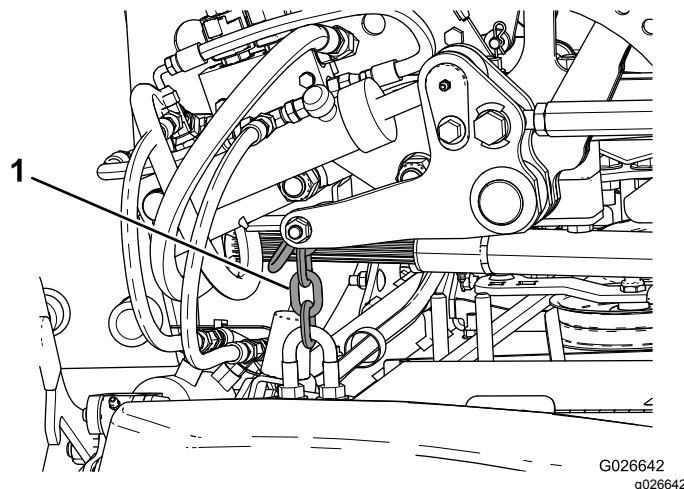

Рисунок 17
- A. Прикрепите правую заднюю подъемную цепь к **внутренней** стороне подъемного кронштейна с помощью болта и двух гаек (Рисунок 17).